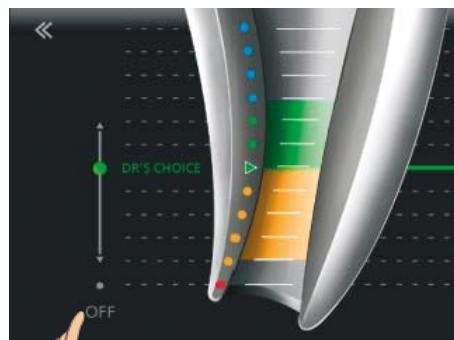

Rys. 22 Przesuwanie niebieskiego punktu w górę
- Położyć palec na niebieskim punkcie i przesunąć go do żądanej pozycji na odcinku wierzchołkowym (rys. 22).